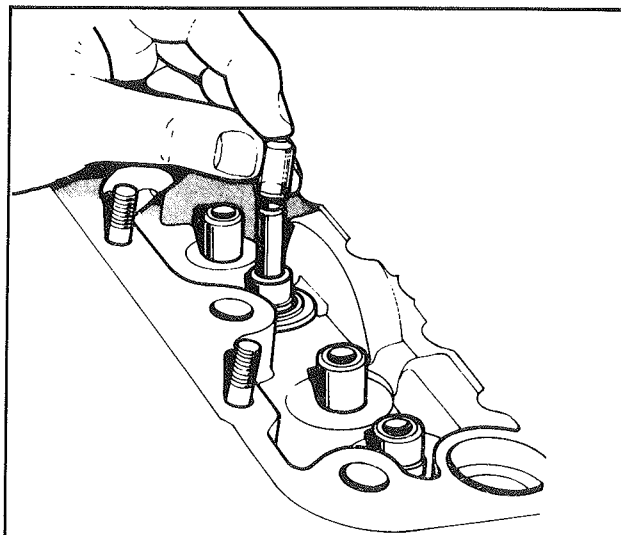

Fig. 4
- Enfiler successivement le capuchon en plastique réf. PD 36927 F sur l'extrémité de chaque tige de soupape (fig. 4). Ce capuchon empêche les arêtes coupantes des gorges de rayer l'alésage du joint de soupape.